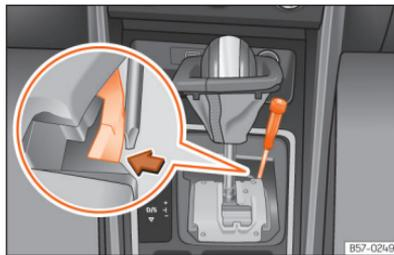

Fig. 90 Alavanca seletora: desbloqueio de emergência na posição de estacionamento.
- Com a ajuda da parte plana de uma chave de fendas, pressione lateralmente a patilha amarela e mantenha-a pressionada >>> **Fig. 90**.